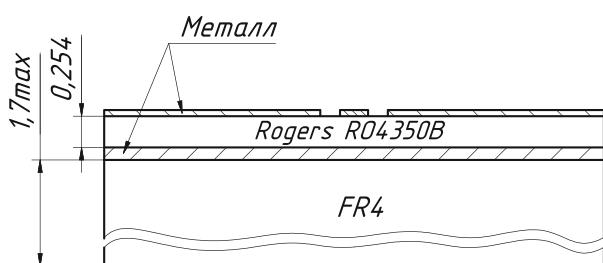

Рис. 16 – Структура платы
- Конструкция перехода не вносит ограничений по материалу и структуре платы. В качестве примера можно использовать материал подложки Rogers 4350B толщиной 0,254 мм. При этом для обеспечения жесткости конструкции, совместно с Rogers 4350B можно использовать материал FR4 (рисунок 16).